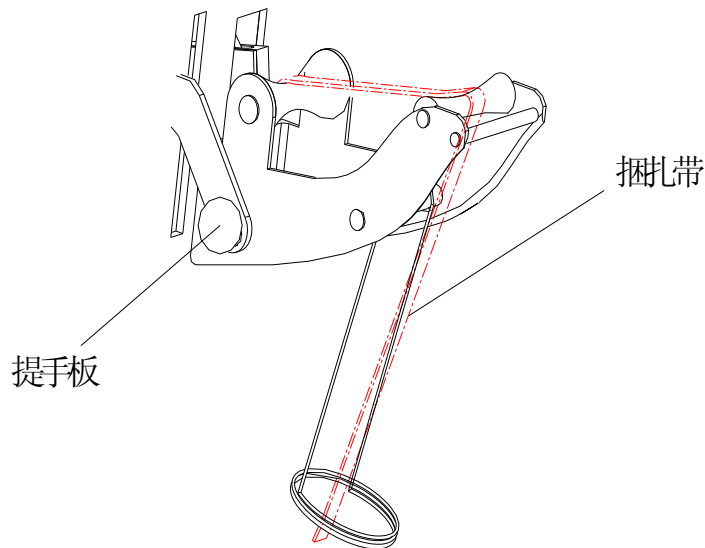

图 4-3
①. 在带盘上装上打包带，盖上外带盘时请注意，带盘上的卡槽要对准轴上的销子，最后旋紧手轮。
②按图 4-3 所示路线装打包带，带头进入插带口后，需将提手板往下按，使两个输带轮离开一个距离，带头才能穿过两个输带轮进入导轨。此时按捆扎/切带按钮，带子会自动沿导轨进入框架导轨，直至送带子到位，实现自动送带。